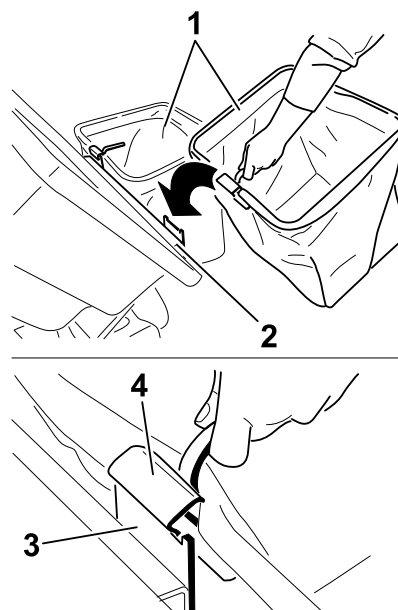

Figure 22
4. Soulevez le couvercle et montez les sacs en accrochant les crochets du châssis sur les pattes de retenue (Figure 22).